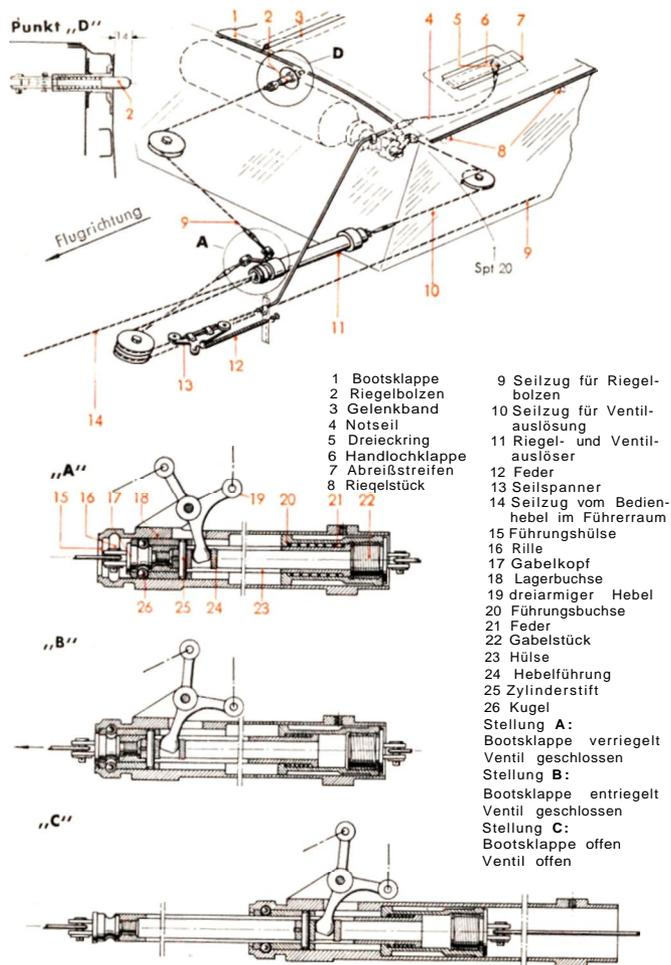

Abb. 28 Anordnung der Riegel- und Ventilauslösung
In der Oberschale des Flugzeuges befindet sich zwischen Spant 20 und 22 eine Wanne zum Aufnehmen eines Rettungsschlauchbootes. Das Übersichts- und Rettungseinrichtung (Abb. 37) zeigt die Anordnung der Anlage. Die Wanne wird durch eine Klappe (1) (Abb. 28) verschlossen. An den beiden Längsseiten der Klappe sind je vier Riegelstücke (8) angenietet, mit denen dieselbe in die Seitenwände der Bootswanne eingreift. Gehalten wird die Klappe von zwei verschiebbaren Riegelbolzen (2), die in die Stirnseite der Klappe eingreifen. Die Klappe (1) hat längs in der Mitte ein Gelenkband (3), so daß sie beim Entriegeln dachartig aufspringt.
Das Entriegeln der Klappe sowie das Auffüllen des Schlauchbootes erfolgt vom Führerraum aus durch Betätigen eines Auslösehebels (Abb. 26). Die Anlage kann auch von der Klappe (1) (Abb. 28) aus durch Ziehen eines Notseiles betätigt werden.
die erste Stufe (Hebelstellung „Klappe frei“) wird die Klappe HI (Abb. 28) von den Riegelbolzen (2) freigegeben, beim Schalten auf die zweite Stufe (Hebelstellung „Boot frei“) wird zum Auffüllen des Bootes
In der linken Hälfte der Bootsklappe (1) (Abb. 28) befindet sich eine Handlochklappe (6), welche mit einem aufgeklebten Abreißstreifen (7) zu öffnen ist (siehe auch Abb. 27). An diesem Abreißstreifen hängt ein Dreieckring (5) mit dem Notseil (4). Das Notseil ist mit dem Riegel- und
Ventilauslöser (11) (Abb. 28) verbunden. Durch Ziehen am Notseil wird das Boot in derselben Reihenfolge ausgelöst wie durch Schalten mit dem Auslösegriff, d. h. zuerst wird die Bootsklappe entriegelt, dann die Kohlensäureflasche geöffnet und das Boot gefüllt. Damit das Notseil beim Betätigen des Hauptseiles stets straff bleibt, ist zwischen das Notseil (4) ein Seilspanner (13) geschaltet.
Das stufenweise Schalten ist durch einen Riegel- und Ventilauslöser (11) (Abb. 28) möglich.
Beim Schalten des Auslösehebels in die erste Stufe zieht sich die Hülse (23) in der Führungsbuchse (20) durch und die Feder (21) wird gespannt. Das Gabelstück (22) bleibt beim Schalten in die erste Stufe stehen (Stellung „B“, Abb. 28).
Erst wenn die Feder (21) restlos zusammengedrückt ist, wird in der zweiten Schaltstufe der Gabelkopf (17) und die Hülse (23) einschließlich Führungsbuchse (20) so weit mitgenommen, bis letztere an einem Anschlag in der Führungshülse (15) anliegt (Stellung „C“, Abb. 28).
Der Auslösehebel (1) (Abb. 26) im Führerraum wird bis zur ersten Stufe „Klappe frei“ (3) betätigt, wobei sich die Riegelbolzen (2) (Abb. 28) aus der Bootsklappe (1) herausziehen und somit die Klappe gelöst wird. Die Klappe ist jetzt vorsichtig anzuheben und der Karabinerhaken (2) (Abb. 27) des Notseilzuges (4) aus dem Dreieckring (5) unter der Handlochklappe (6) vorsichtig, ohne am Seil zu ziehen, auszuhaken. Jetzt kann die Klappe abgenommen werden. Der Seilzug (10) (Abb. 28) für Ventilauslösung (11) ist an dem Flaschenabzughebel zu lösen. Das Boot kann jetzt aus der Wanne herausgenommen werden.
aufgesetzt und durch den Auslösehebel verriegelt wurde, hat man sich vom Rumpffinnern her zu überzeugen, ob die beiden Riegelbolzen richtig eingreifen. Die Riegelbolzen müssen mindestens 14 mm in die Bootswanne hineinragen (siehe Abb. 28).